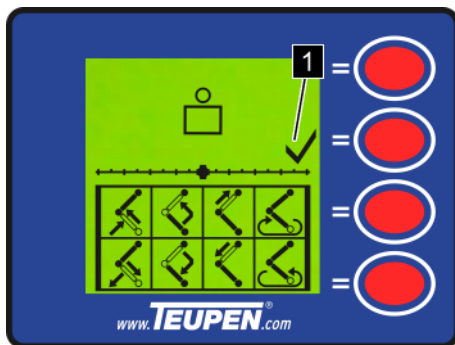

Abb. 130: Transportstellung
7. → Arbeitskorb in Richtung Transportstellung schwenken, bis die Transportstellung durch ein Häkchen (Abb. 130/1) im Display angezeigt wird.